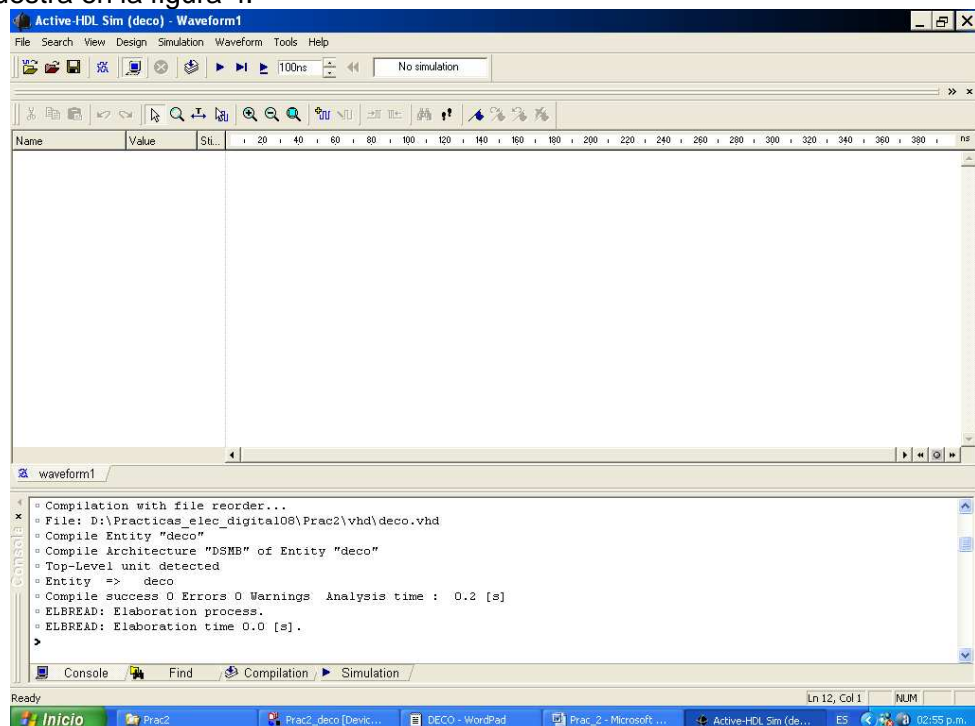

Figura 4. Ventana que muestra la compilación, en el software para la simulación.
8. En esta nueva ventana se abre el archivo **mux.vhd**, esto mediante: **File→Open VHDL file for simulation** y se selecciona el archivo, localizado en la carpeta **vhd**, *creada por el proyecto*. Se da **<Abrir>**. Al hacer eso se compila el programa apareciendo comentarios en la consola, de la ventana de simulación, como se muestra en la figura 4.